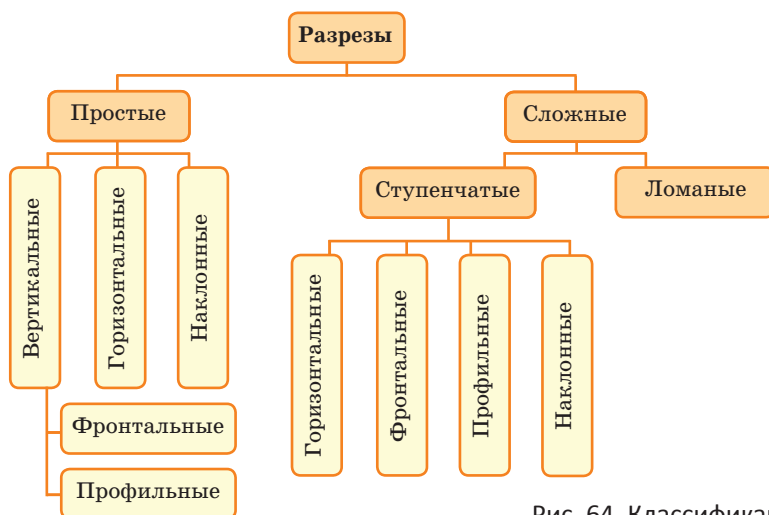

Рис. 64. Классификация разрезов
**Классификация разрезов.** Разрез может быть образован одной или несколькими секущими плоскостями. В зависимости от количества секущих плоскостей разрезы делят на простые и сложные (рис. 64).